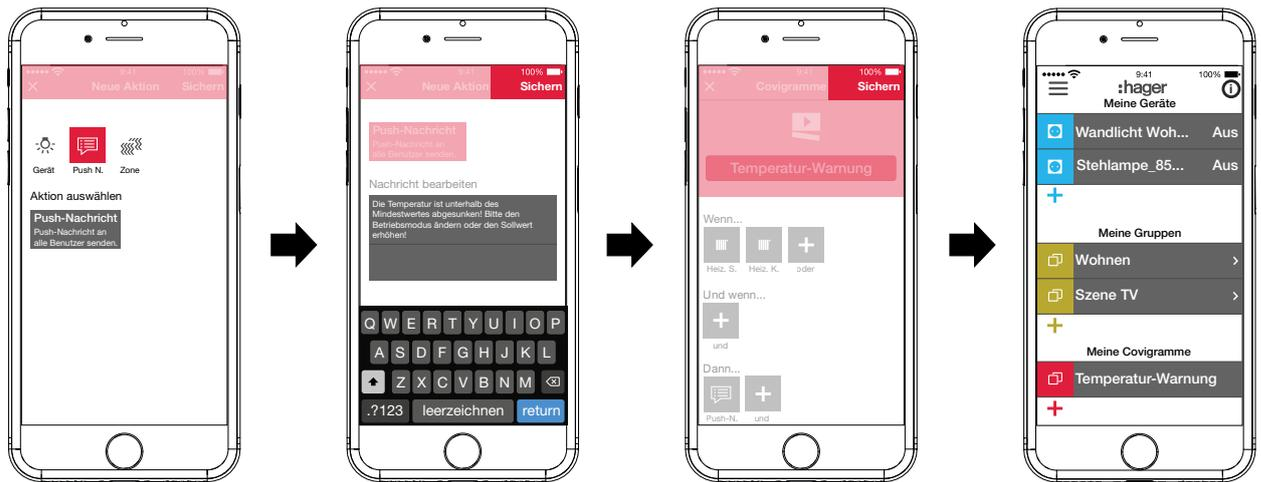

Bild 22: Covigramm für Beispiel 1: Aktion
- Die Art des Auslösers wählen, im Beispiel **Ereignis**  (Bild 22).
- Die Art der Aktion wählen, im Beispiel **Push-Nachricht**  (Bild 22).